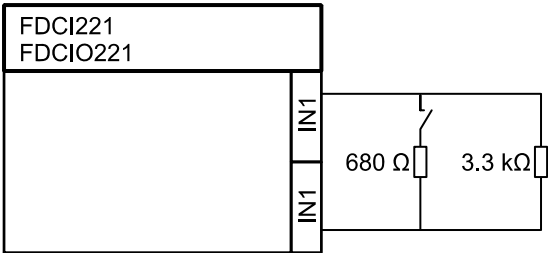

Рис. 8
- Вход с мониторингом обрыва линии и коротких замыканий : Рис. 8